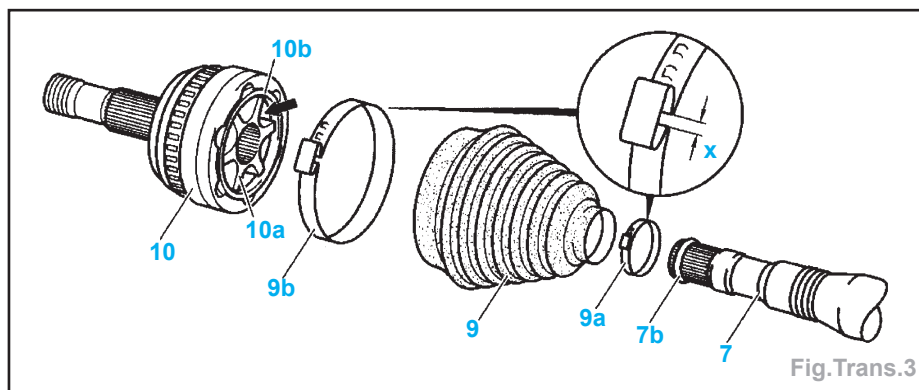

Fig.Trans.3
- Déposer (Fig.Trans.3) :
• l'articulation (10) de l'arbre (7).